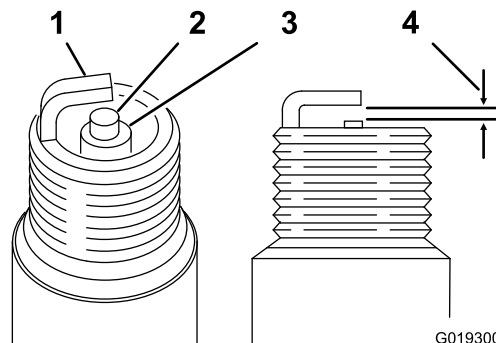

Figure 39
1. Examinez le centre de la bougie (Figure 39). Si l'isolateur est recouvert d'un léger dépôt gris ou brun, le moteur fonctionne correctement.
2. Avec une jauge d'épaisseur, mesurez l'écartement entre l'électrode latérale et l'électrode centrale (Figure 39).